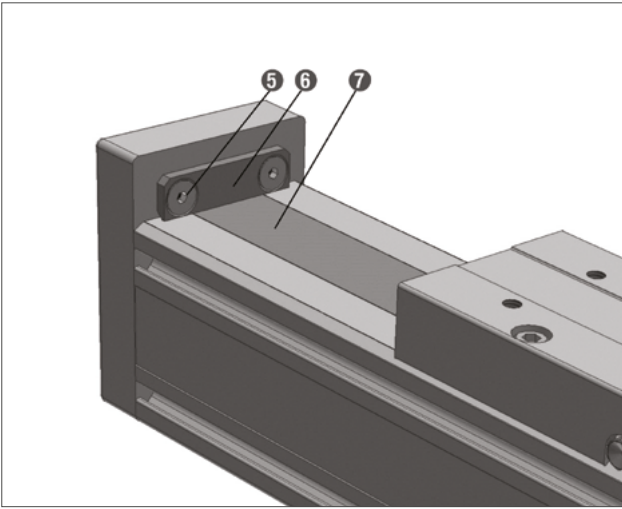
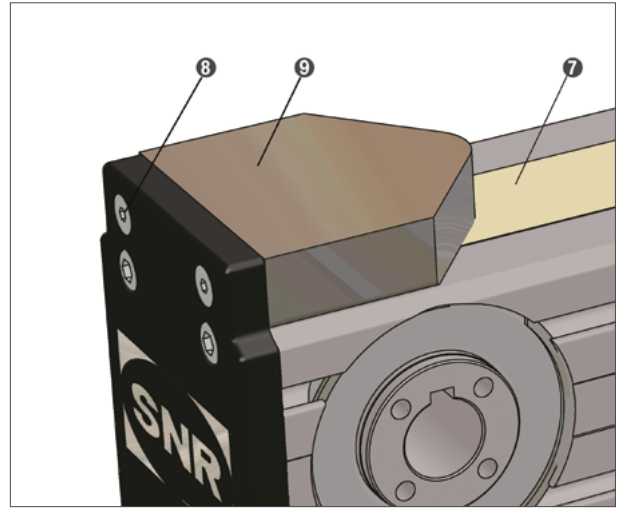

Bild 4.14 — Abdeckbandbefestigung Spindelachsen
Bild 4.15 — Abdeckbandbefestigung Zahnriemenachsen
2. Bei Linearachsen mit Spindelantrieb (Bild 4.14) die Schrauben der Bandklemmung **3** und **5** demontieren und die Bleche zur Bandklemmung **4** und **6** entfernen. Bei Linearachsen mit Zahnriemenantrieb (Bild 4.15) die Befestigungsschrauben der Endlagendämpfer **8** demontieren und die Endlagendämpfer **9** entnehmen.